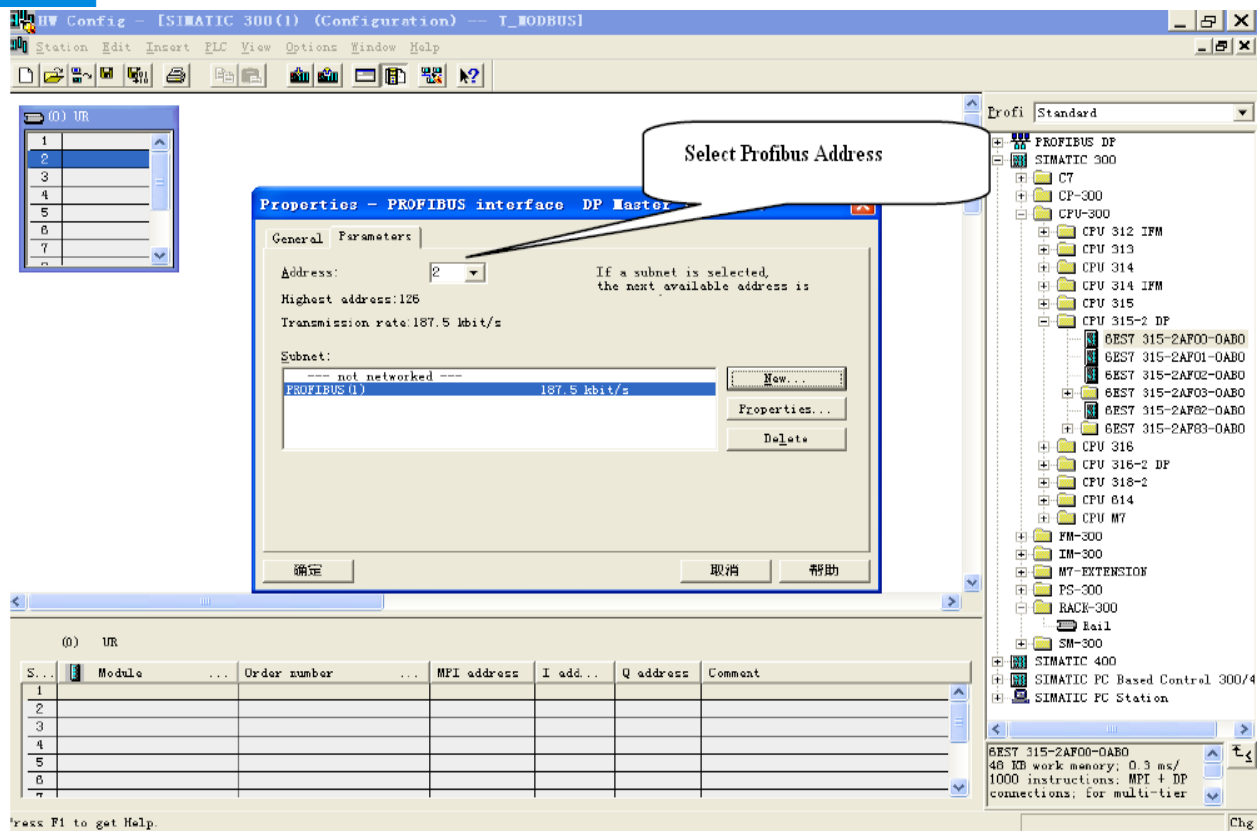

图 11
4. 选择 Profibus Master station 地址, 如图 11: